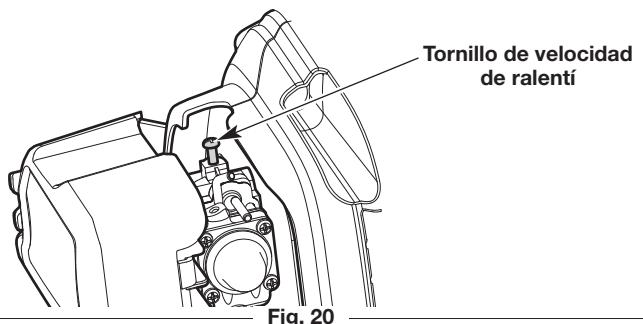

Fig. 20
- Si el motor se para, aumente la velocidad de ralentí. Use un destornillador Phillips pequeño para girar el tornillo de velocidad de ralentí en el sentido de las agujas del reloj, 1/8 de giro cada vez hasta que el motor funciona al ralentí de manera uniforme (Fig. 20).
- Si los dientes giran cuando el motor funciona al ralentí, reduzca la velocidad de ralentí. Gire el tornillo de velocidad de ralentí en el sentido contrario de las agujas del reloj, 1/8 de giro cada vez, hasta que los dientes se detengan (Fig. 20).